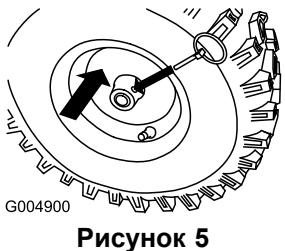

Рисунок 5
- Сдвиньте колеса внутрь и пропустите шкворни через отверстия в ступицах колес и через **внешние** отверстия в оси (Рисунок 5).